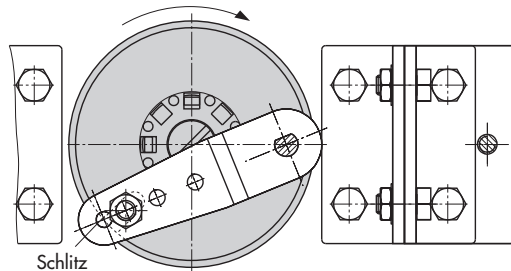

Bild 12 · Anbau an Schwenkantriebe
1. Mitnehmer (3) auf die geschlitzte Antriebswelle bzw. das Distanzstück (5) aufstecken.
2. Kupplungsrad (4) mit flacher Seite zum Antrieb hin auf den Mitnehmer (3) stecken. Dabei den Schlitz so ausrichten, dass er bei Schließstellung des Ventiles mit der Drehrichtung nach Bild 12 übereinstimmt.
4. Die beiden unteren Winkel (10.1) je nach Antriebsgröße mit Abwinkelung nach innen oder außen am Antriebsgehäuse festschrauben. Obere Winkel (10) ansetzen und verschrauben.
5. Anschlussplatte (6) bzw. Manometerhalter (7) mit Manometern am Stellungsregler montieren, auf richtigen Sitz der beiden Runddichtringe achten.
6. Am Hebel **M** (1) des Stellungsreglers den Standard-Abtaststift (2) heraus-schrauben. Den blanken Abtaststift (Ø5) aus dem Anbausatz verwenden und in der Bohrung für Stiftposition **90°** fest verschrauben.
7. Stellungsregler auf die oberen Winkel (10) aufsetzen und festschrauben. Dabei den Hebel (1) so ausrichten, dass er unter Berücksichtigung der Drehrichtung des Antriebes mit seinem Abtaststift in den Schlitz des Kupplungsrades (4) eingreift (Bild 12). Es muss in jedem Fall gewährleistet sein, dass bei halben Drehwinkel des Schwenkantriebes der Hebel (1) parallel zur Längsseite des Stellungsreglers steht.